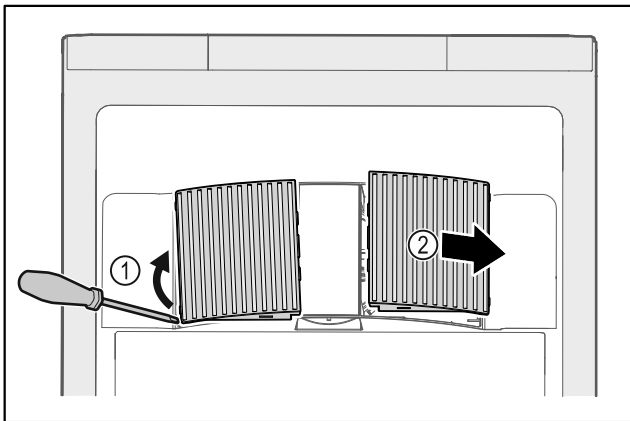

Fig. 34
- ▶ Óvatosan fessegesse le a ventilátor burkolatait oldalról Fig. 34 (1), és emelje le őket előre Fig. 34 (2).